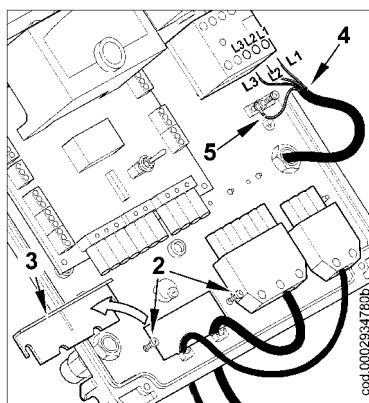

Figura 2
2) Allentare le viti (2) e, dopo aver rimosso la piastrina stringicavi (3), far passare attraverso il foro le due spine a 7 e a 4 poli (vedi figura 2). Collegare i cavi di alimentazione (4) al teleruttore, fissare il cavo di terra (5) e serrare il relativo pressacavo.